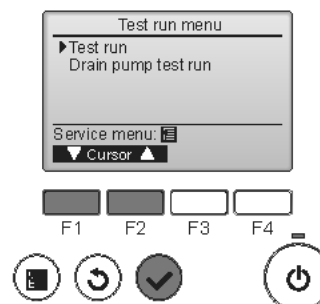

Fig. 8-2
- ② Välj "Test run" (Provkörning) från menyn Test run och tryck på [VÄLJ]. (Fig. 8-2)
- ③ Provkörning startar och skärmbilden Test run visas.